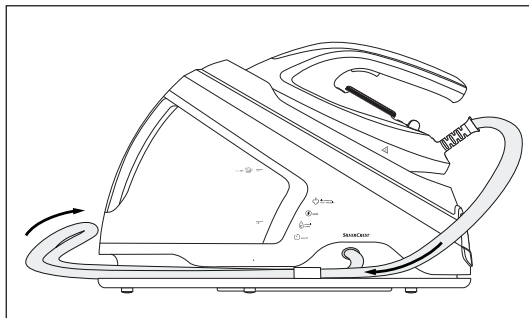
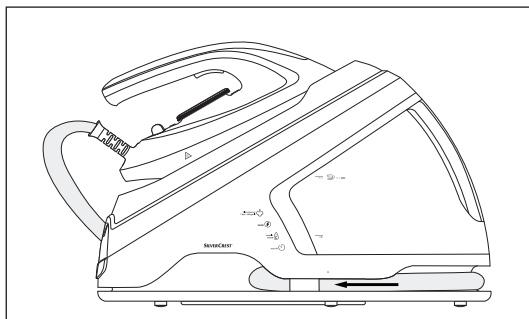

Fig. 15
Fig. 16
- ◆ Strângeți furtunul de legătură ⑤ în mijloc și împingeți-l în adâncitura de la stația de bază (a se vedea fig. 15 și fig. 16).